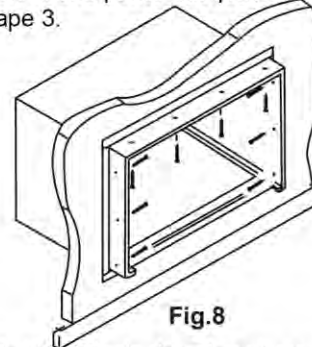

Fig. 8
5. Vissez ou clouez le cadre en bois du caisson à l'aide de cales si le cadre est surdimensionné, pour éliminer toute distorsion. Voir Fig. 8. Souvenez-vous de conserver une pente adéquate comme décrite à l'étape 3.